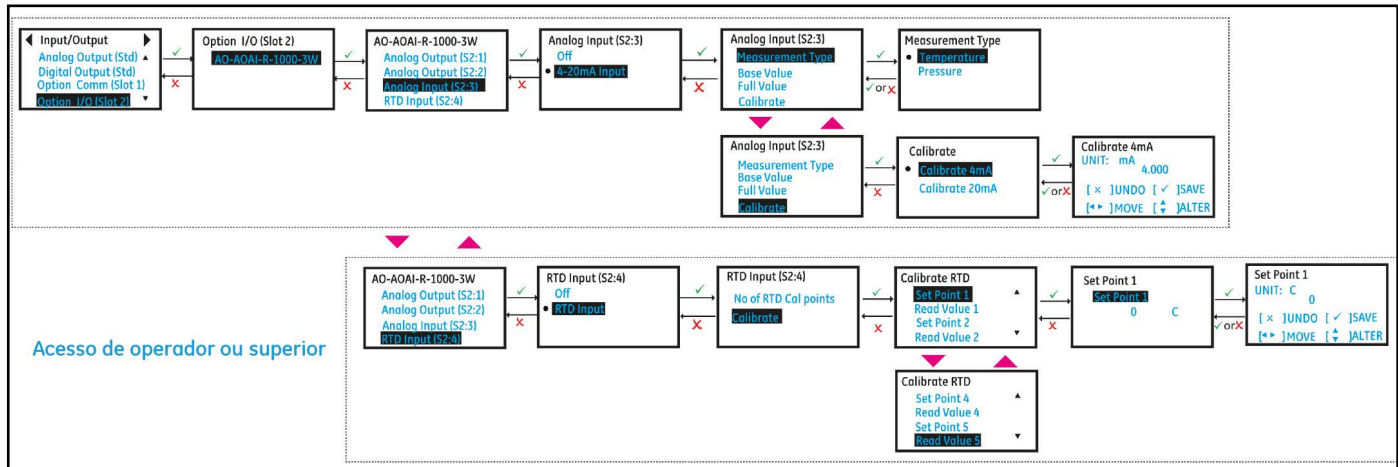

Figura 39: Configurar entrada analógica/entrada RTD de I/O opcional
4. Se efetuar a ligação a uma entrada analógica, selecione a opção **[4-20mA]**. *Figura 39* abaixo, mostra as opções disponíveis.
1. Insira o sensor RTD e RTD principal no banho de temperatura e ligue (ON) e configure-o para o ponto de referência de temperatura pretendido.
2. Efetue os passos como na secção “Páginas primária e de início de sessão” para navegar para a página de definições *Entrada/saída*. Consulte *Figura 39* acima, destaque **[I/O opcional (Ranhura 2)]** e pressione **[ENTER]**.